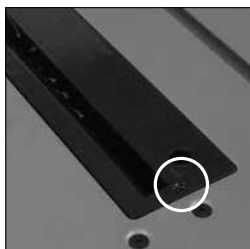

Fig. 35
- Retirez la plaque d'accès de la table en retirant la vis à tête fraisée du bord avant de la plaque d'accès. (**Fig. 35**)